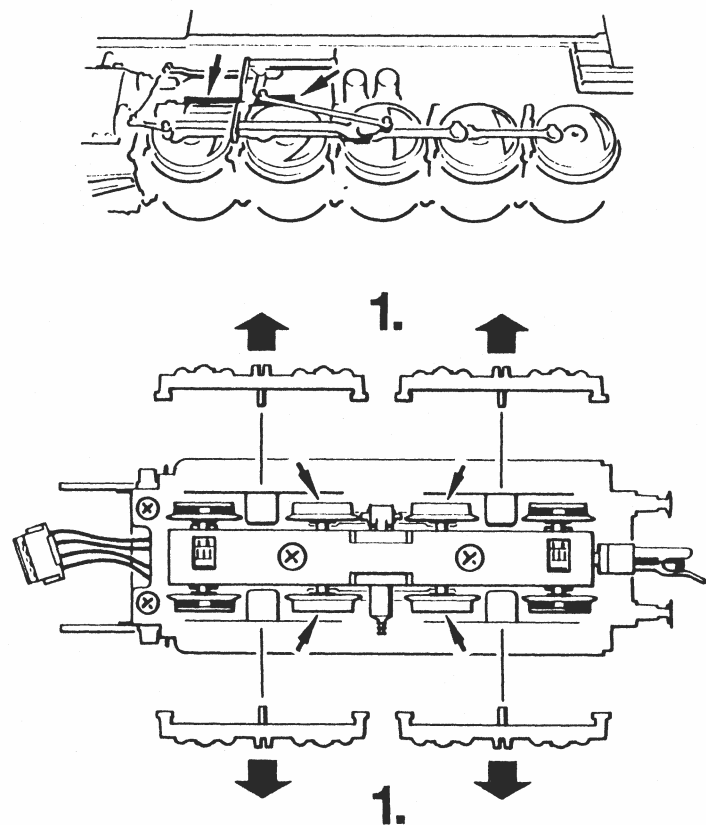

Fig. 7
**3. Haftreifenwechsel:** Zuerst die Drehgestellblenden abnehmen. Danach die Haftreifen mit einer Nadel oder mit einem feinen Schraubendreher abziehen (Fig. 7). Beim Aufziehen der neuen Haftreifen darauf achten, dass diese sich nicht verdrehen.
**3. Échange des bandages d'adhérence:** Démontez d'abord les flancs de bogies. Délogez ensuite les essieux bandagés et enlevez, à l'aide d'une aiguille ou d'un tourne-vis fin, les bandages d'adhérence (fig. 7). Lors du montage des nouveaux bandages veuillez veiller à ce que les bandages ne soient pas tordues.
**3. Change of traction tyre:** first remove bogie blind. Remove **traction tyre** using a pin or a fine screwdriver (fig. 7). When pressing on the new traction tyre please **avoid twisting it**.